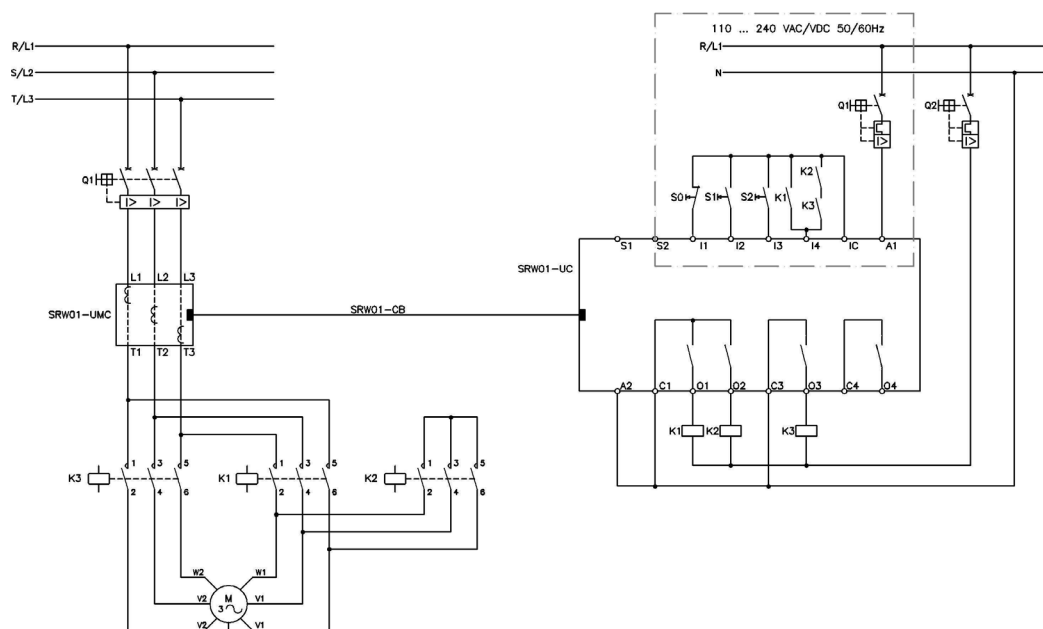

Figura 5.15 - Esquema de conexión para el Modo de Operación Arranque Dahlander utilizando entradas digitales en 24 Vcc y accionamiento por Pushbutton (P230 = 1)
El esquema de la figura 5.15 presenta un ejemplo de la utilización de la Unidad de Control (UC), en el modo de operación Arranque Dahlander con accionamiento a través de las entradas digitales (P229 o P232 = 0) en 24 Vcc, utilizando lógica de control a tres cables (Pushbutton) (P230 = 1).